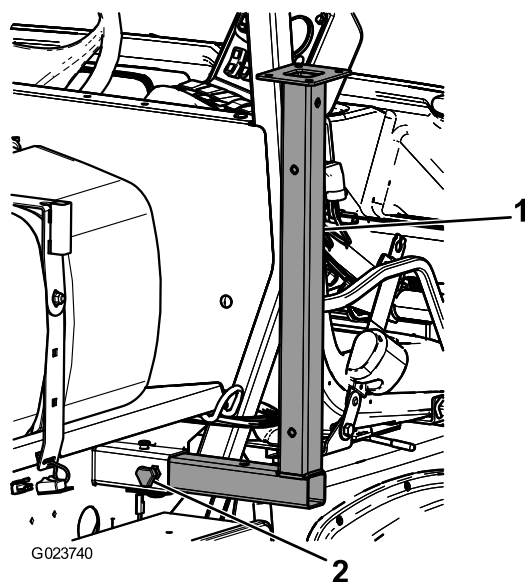

Figura 50
1. Insira os macacos frontais de cima para baixo na estrutura perto dos pontos de fixação frontais (Figura 50).